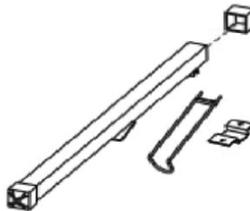

Abbildung 25
- Vervollständigen Sie die Traversenmontage, indem Sie die Traversenkappen und Stützhaken wie in wie in Abb. 25 gezeigt.